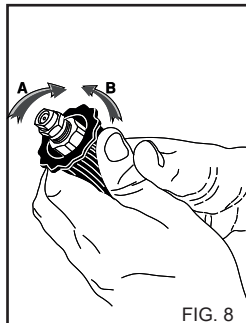

FIG. 8
Para la versión con aspiración de detergente, active el mando de aspiración del detergente presente en la lanza (fig. 8). Deje actuar durante unos minutos.
4) Después de utilizar el detergente, enjuague el circuito de aspiración; introduzca el tubo de aspiración (fig. 8) del detergente en un bidón de agua limpia y haga funcionar la bomba durante 1 minuto con la lanza en la posición de erogación de detergente.
## USO DEL CABEZAL REGULABLE (Fig. 8) (Vers. DS)